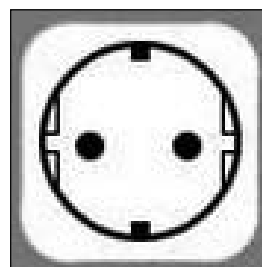

fig. 22 - Presa Schuko
- una presa a muro Schuko con messa a terra e protezione separata (fig. 22);